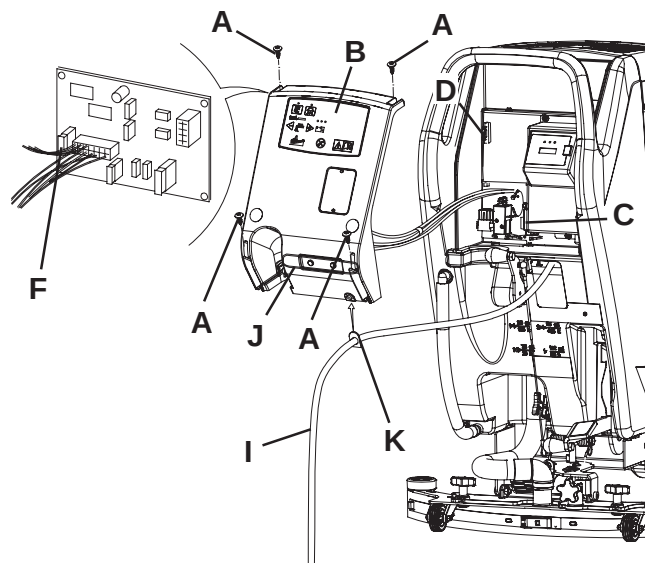

Figure 6
1. Débrancher le connecteur (12) des batteries.
2. Déplacer le tuyau de vidange de l'eau de récupération (16).
3. Déposer le câble (I, Fig. 6) du chargeur de batterie du logement (J).
4. Déposer les vis (A) et déplacer le tableau (B) avec soin en dégageant la bague en caoutchouc (K) de son logement dans le tableau (B).